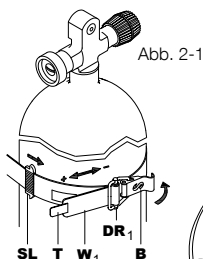
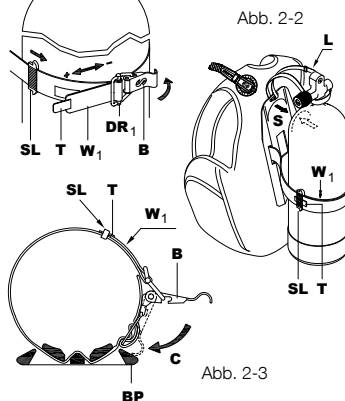
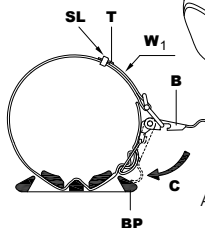

Abb. 2-1
Abb. 2-2
Abb. 2-3
1. Durchnässen Sie das Gewebe des Super Cinch Q.A. Tankbands vor dem Festziehen. Legen Sie das Super Cinch Q.A. (W1) Band (Abb. 2-1) um den Tank und führen Sie das Ende des Edelstahlspannbügels (B) in den trapezförmigen „D“-Ring (DR1) (Abb. 2-1). Richten Sie den Tank so aus, dass die Vertiefung (S) auf der Rückentrage mit der oberen Rundung des Tanks (Abb. 2-2) übereinstimmt und der Hebel (B) nahe der Rückentrage (BP) liegt (Abb. 2-3). Der über den Ventilhals des Tanks gelegte Sicherheitsriemen (L) (Abb. 2-2), am oberen Ende der Rückentrage, verhindert, dass das Gurtsystem der Rückentrage herunterrutscht, während das Super Cinch Q.A. Band eingeführt und festgezogen wird. Nachdem es einmal korrekt eingestellt ist, lässt sich die korrekte Position stets schnell und einfach finden.
2. Schließen Sie den Spannbügel (C) (Abb. 2-3). Wenn das Band zu eng zum Schließen oder zu lose, um den Tank zu halten ist, öffnen Sie den Klettverschluss am Band und passen Sie die Länge des Super Cinch Q.A. Bands (W1) an (Abb. 2-1). Führen Sie für zusätzliche Sicherheit die Schlaufe (SL) (Abb. 2-1) um das Bandende (T). Heben Sie die Einheit mit befestigtem Tank am Griff der Rückentrage hoch und schütteln Sie kräftig, um den sicheren Halt zu prüfen. Versuchen Sie, die Rückentrage am Tank hoch und runter zu schieben. Wenn sie sich verschieben lässt, ist das Band nicht straff genug.